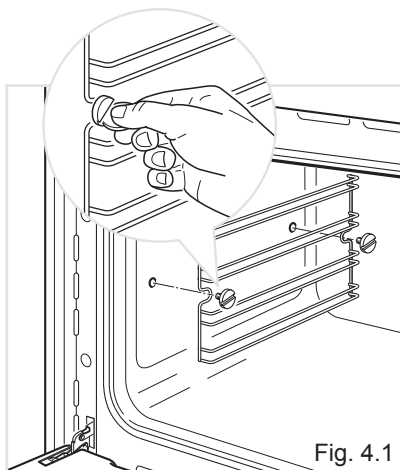

Fig. 4.1
- Montare i telai laterali fissandoli alle pareti del forno con 2 viti (fig.4.1).
- Avvitare i telai laterali alle pareti del forno (fig. 4.1).